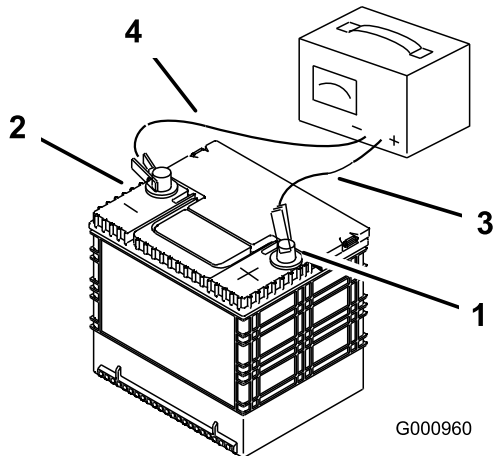

Bild 51
- Wenn die Batterie ganz aufgeladen ist, ziehen Sie den Stecker des Ladegeräts aus der Dose. Klemmen Sie dann die Klemmen des Ladegeräts von den Batteriepolen ab (Bild 51).